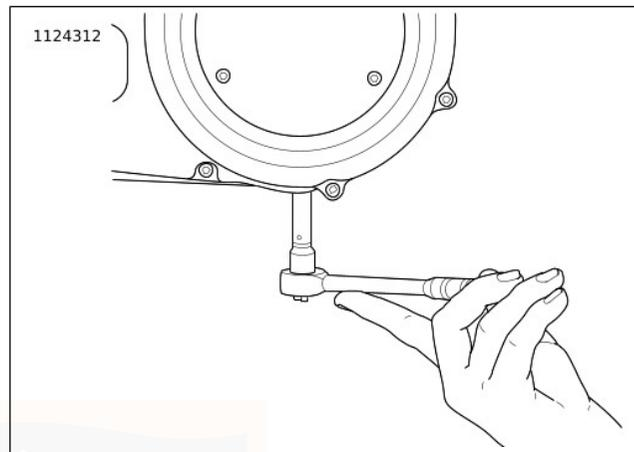

Abbildung 46. Ausbau/Einbau der Kettengehäuse-Ablassschraube
3. Siehe Abbildung 46. Das Primärkettengehäuse entleeren.